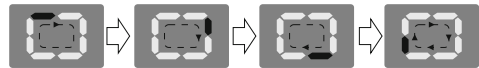

Рис. 7.
1. Нажимайте кнопку выбора режима, пока на дисплее не появится изображение, показанное на рис. 7. Вы также можете выбрать необходимую скорость вентилятора в режиме **SMART**.